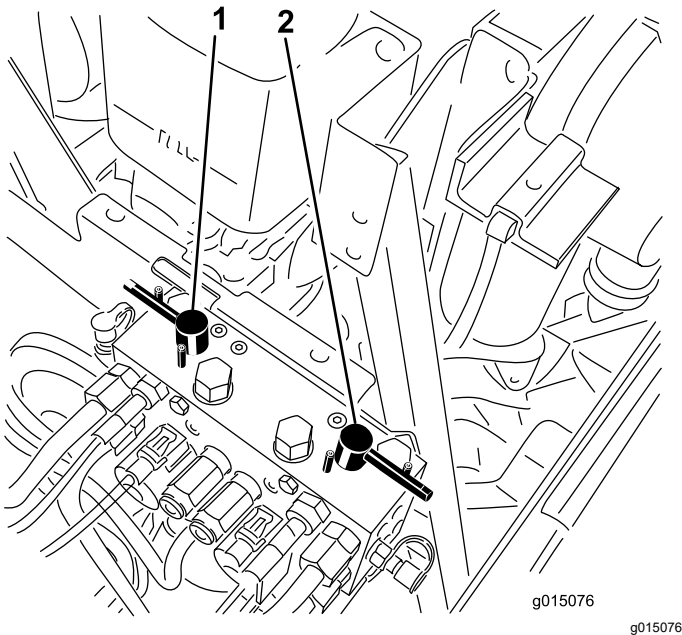

図 105
4. バックラップレバーで、前のカッティングユニット又は後ろのカッティングユニット、あるいは両方を選択する 図 105。